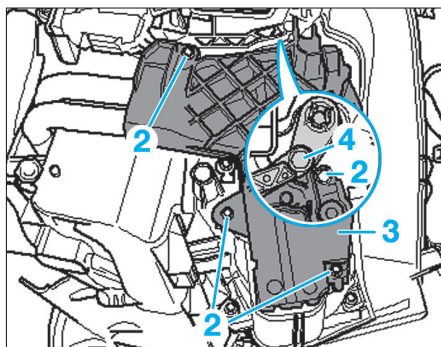

Fig. 15
- Dévisser les 4 vis (2) et retirer le cache (3) (Fig.15).